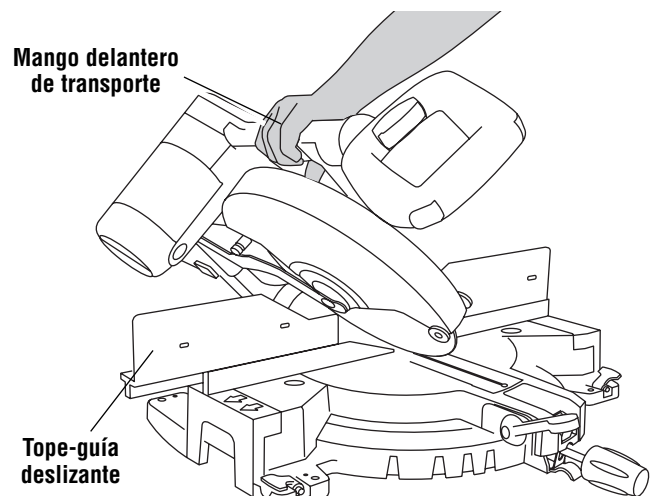

Figura 2.
- a. Extienda el tope-guía deslizante izquierdo para que sobresalga del ensamblaje de la sierra y fíjelo de nuevo (Figura 2).
- a. Extienda el tope-guía deslizante derecho para que sobresalga del ensamblaje de la sierra y fíjelo de nuevo (Figura 2).
- c. Sitúese en el lado derecho de la sierra, agarre el mango delantero de transporte con la mano derecha e incline el cabezal de la sierra ligeramente hacia la izquierda, a la vez que gira la perilla selectora de intervalo de biseles con la mano izquierda hasta “0-45° a la derecha” (Figura 2).
- a. Mueva el tope-guía deslizante izquierdo o derecho para que sobresalga del ensamblaje de la sierra y fíjelo de nuevo (Figura 2).
- c. Sitúese en el lado derecho de la sierra, agarre el mango delantero de transporte con la mano derecha e incline el cabezal de la sierra ligeramente hacia la izquierda, a la vez que gira la perilla selectora de intervalo de biselés con la mano izquierda hasta el "intervalo máximo" (Figura 2).